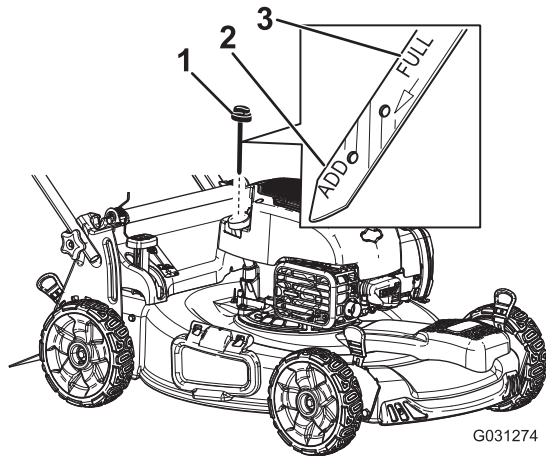

Figure 13
3. Retirez la jauge, essuyez-la sur un chiffon et remettez-la dans le goulot de remplissage (Figure 13).
4. Sortez de nouveau la jauge et contrôlez le niveau d'huile (Figure 13). Si le niveau n'atteint pas le repère **minimum** (Add) de la jauge, versez lentement suffisamment d'huile dans le goulot de remplissage pour faire monter le niveau au repère **maximum** (Full). **Ne remplissez pas excessivement.**